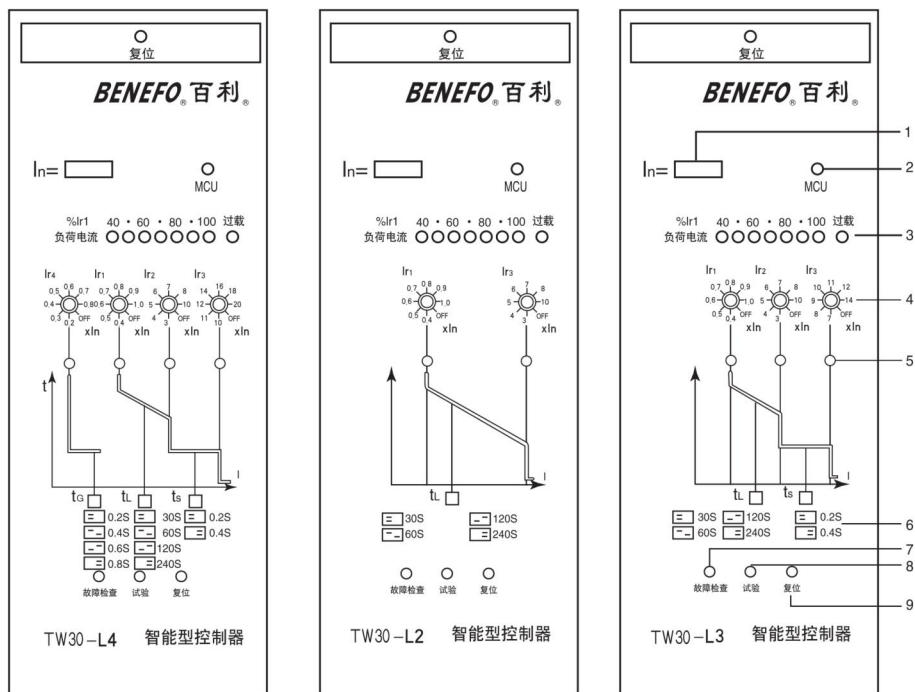

图9
4.8.12 TW30-L型智能控制器面板见图9
L型控制器参数整定可在非工作状态下进行。整定电流值时用专用工具（小型钟表用的螺丝刀）旋转编码开关至所需刻度值位置即可。整定时间值时，使拨动开关移动到所需时间图示位置见图9。注意，各指向刻度和位置必须到位，不得停留在两刻度值的中间位置，同时各种保护参数不得交叉设定，还要求 $I_{r1} < I_{r2} < I_{r3}$ 。L型控制器的各种保护设有“OFF”退出位置，表示不要此项功能，用户根据实际应用可重新组合保护特性。脱扣器参数全部调整结束后按复位键。